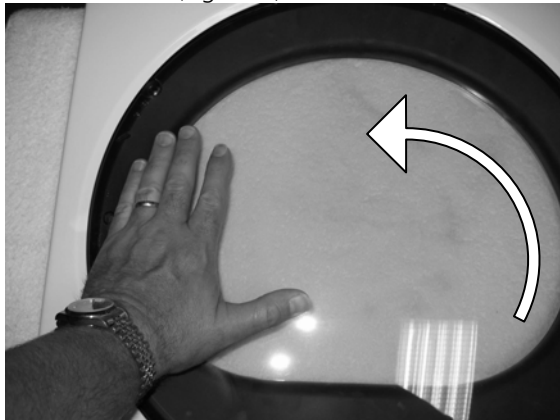

Figura 9
9. Voltee nuevamente la Puerta, vidrio hacia arriba. Gire el vidrio 180 grados para alinear los agujeros del vidrio con los del anillo, en donde estaba instalada la manija. (Figura 9)